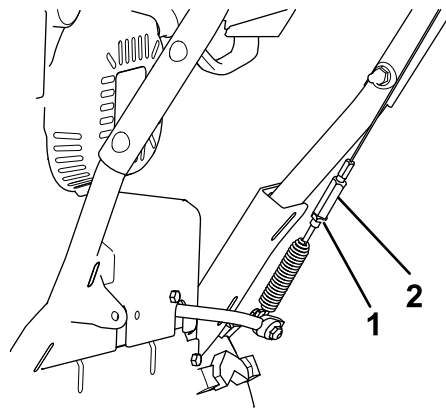

Figura 32
5. Desaperte a porca de bloqueio (Figura 32).
6. Aperte ou desaperte o tensor que ajusta a tensão no cabo (Figura 32).